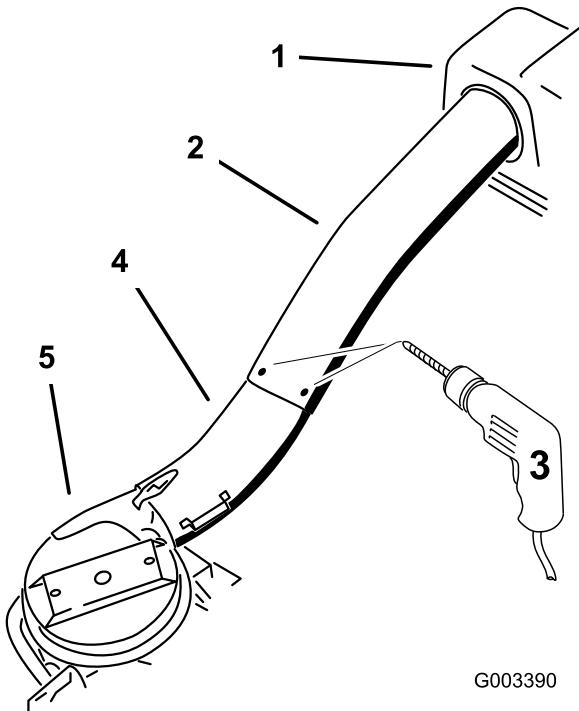

Figure 27
9. En vous servant des 3 trous ou indentations du tube supérieur comme repère, percez 3 trous (de 7/32 po de diamètre) à l'endroit où les tubes supérieur et inférieur se rejoignent (Figure 27).